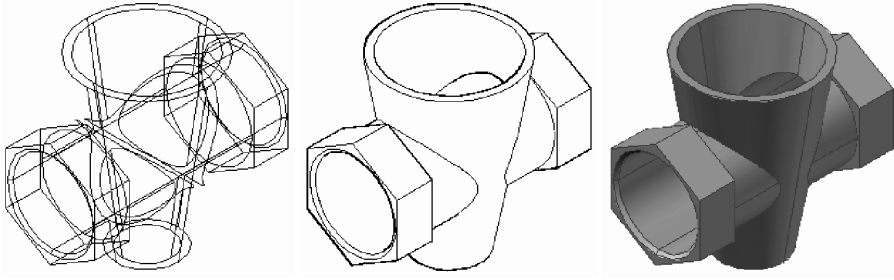

Fig. 9.32 Exercițiul 9.8 – combinarea volumelor elementare
- Se alege stilul de vizualizare sau se execută o randare a imaginii. În Fig. 9.32 solidul este prezentat în trei stiluri de vizualizare: *3D Wireframe* (în care se văd toate liniile de contur interior), *3D Hidden*, respectiv *Realistic*.